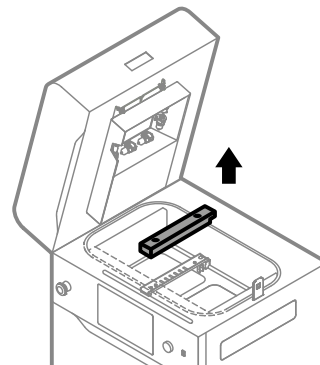

Abb. 12.56 Entferne die schwarze Abdeckung des Recoaters.
8. Nimm die schwarze Abdeckung vorsichtig vom Recoater ab (Abb. 12.56).